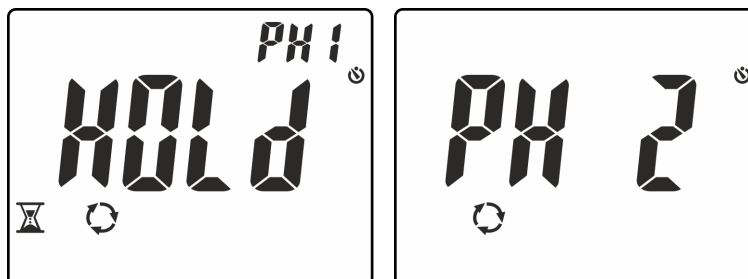

Fig. 12: Reconnaissance de la phase L1 et attente de la phase L2.
4. Dans des conditions correctes de tension et de fréquence, l'instrument affiche le message «**HOLD**», les symboles et «PH1» et il émet un son continu dans l'attente de la reconnaissance d'une valeur stable de tension sur la phase L1 (voir Fig. 12 – à gauche)
5. **Ne pas retirer l'embout de la phase L1** jusqu'à ce que le message «**PH 2**» clignote à l'écran (voir Fig. 12 – à droite)